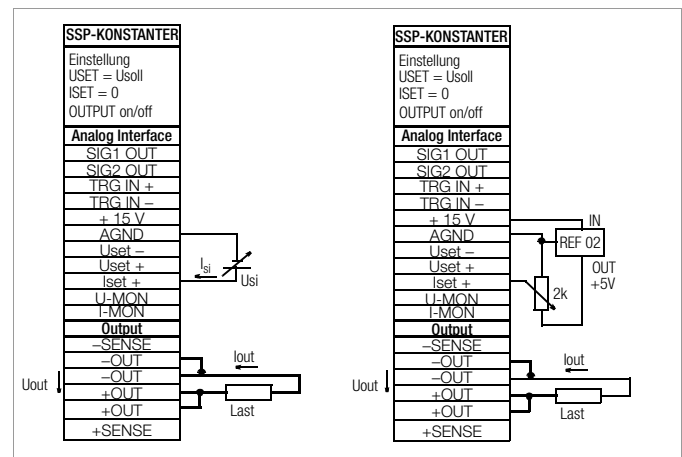

Bild 5.5 Verdrahtung für Steuerung des Ausgangsstromes durch externe Spannung / durch externes Potentiometer
- Die Steuerspannung **U_{SI}** darf **lastseitig nicht** mit dem **Ausgangs-Minuspol** verbunden sein. (Bild 5.5)
- Soll die **Ferneinstellung** des **Ausgangsstromes** mittels **Potentiometer** erfolgen, kann die Beschaltung nach Bild 5.5 erfolgen.